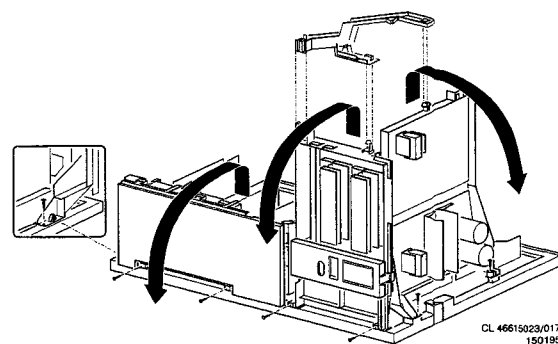

Abb. 4
4.3 Die Serviceposition der anderen Platinen (Abb. 4)
4.5 Entfernung der Groß-Signalplatine (LSP) (Abb. 4)